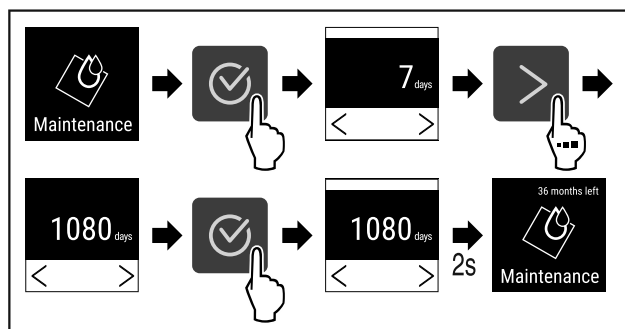

Fig. 75
- ▶ Atlikite veiksmus (žr. Fig. 75).